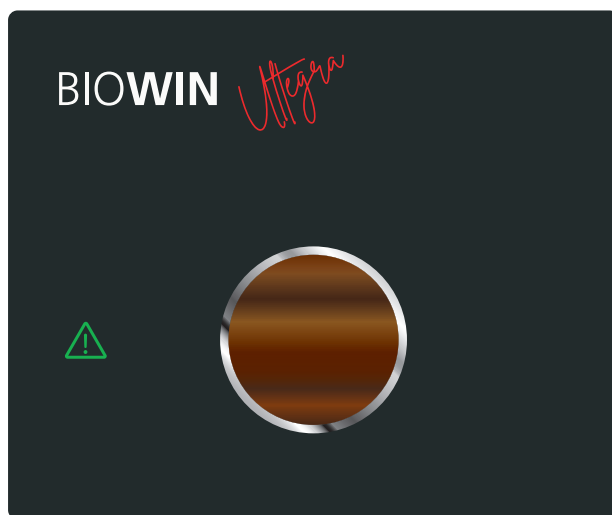

Fig. 7
- ▶ Quindi tenere premuto il pulsante myMagic per circa 3 secondi, il simbolo OFF  si spegne e il simbolo  si accende o lampeggia in verde – Fig. 7.